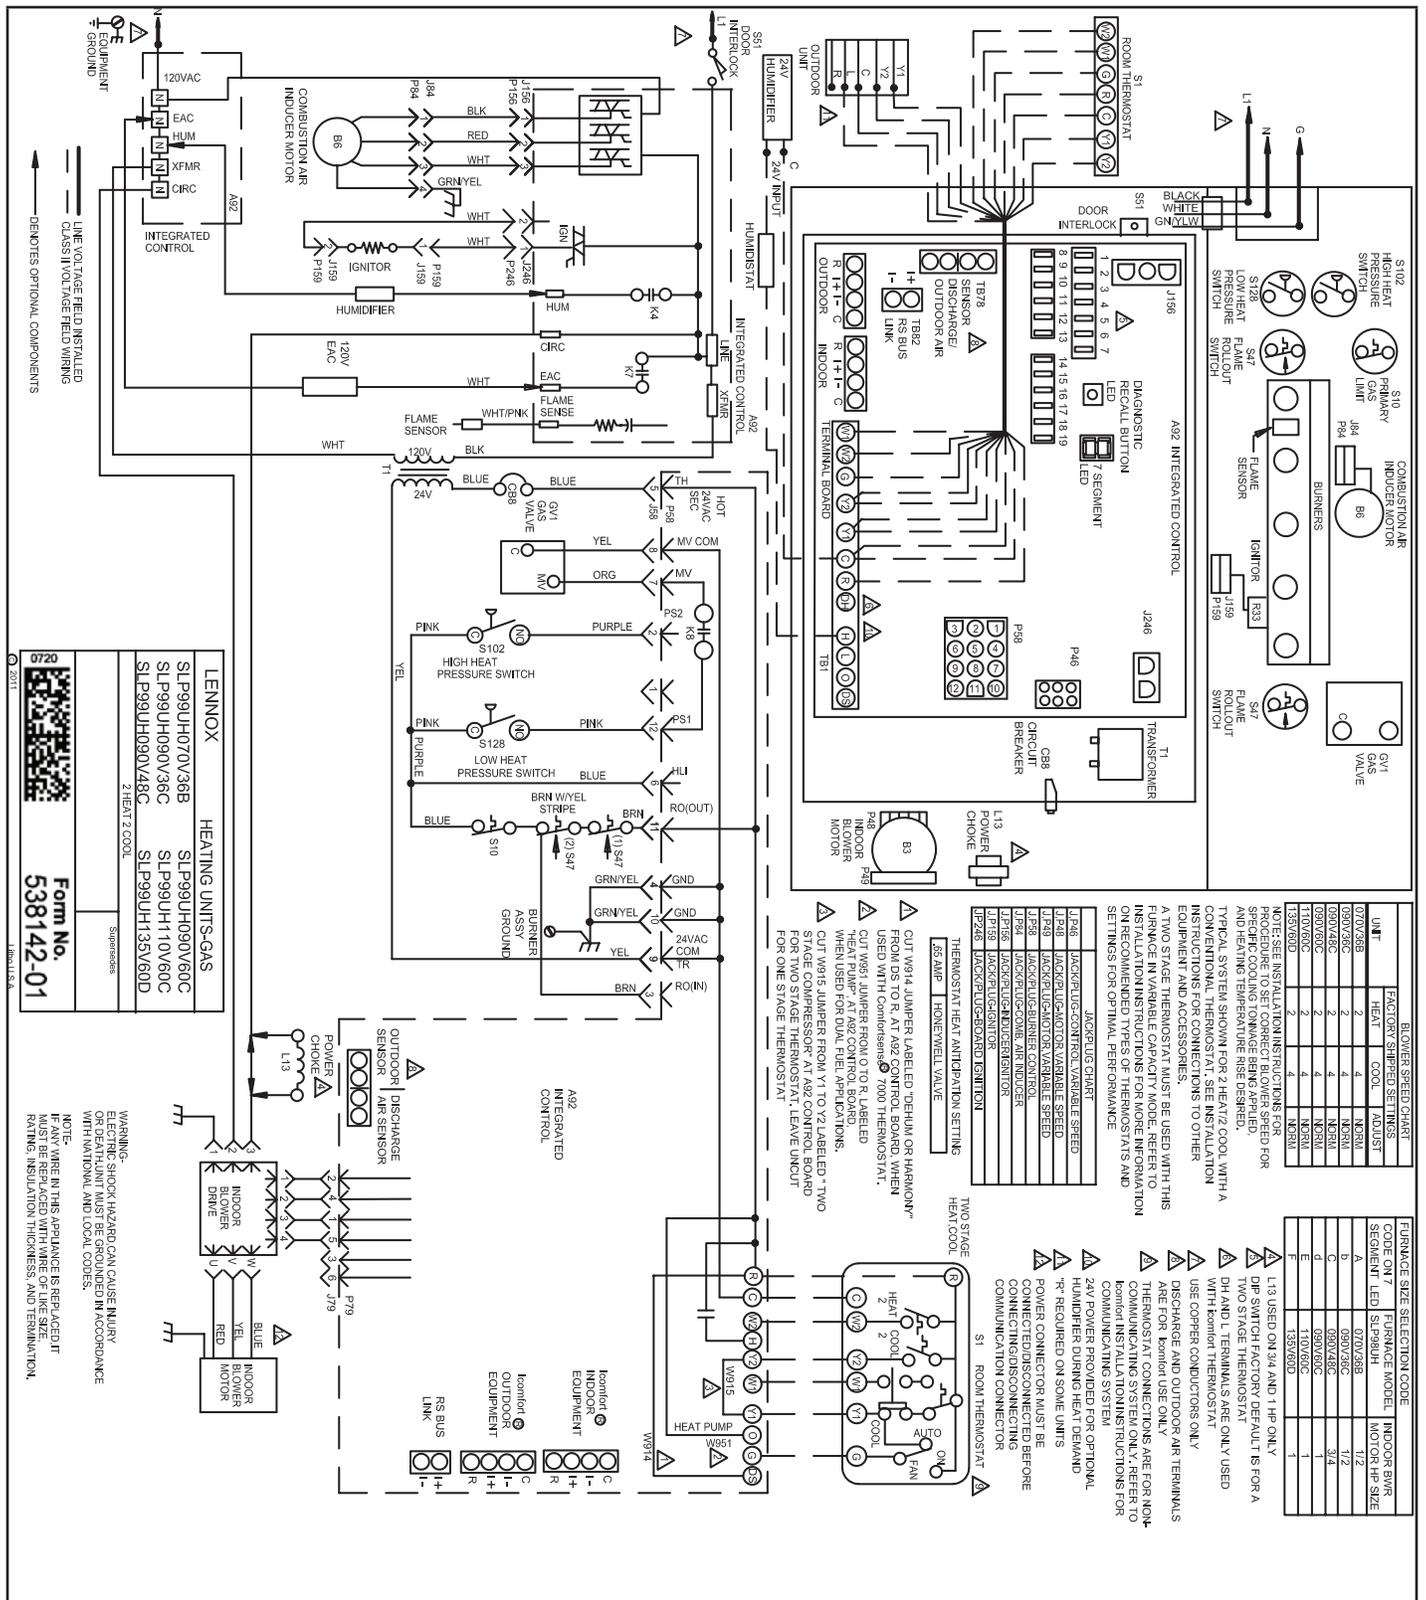

FIGURE 55
Voir les FIGURE 52 et FIGURE 53 pour le câblage du thermostat dans les applications avec communication. Le TABLEAU 15 indique les réglages des microcontacts et du contrôleur pour les applications avec thermostat sans fonction de communication. Le schéma de câblage type est présenté à la FIGURE 54 et FIGURE 55.
- 5 - Raccorder les câbles à l'équipement. Utiliser le diagramme de câblage de l'unité et le diagramme de câblage sur place illustrés aux FIGURE 54 et FIGURE 55 et au TABLEAU 15. Utiliser un fil de calibre 18 ou plus gros qui est approprié pour le branchement des thermostats de Classe II.